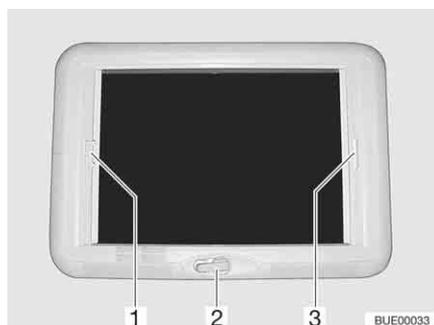

Bild 132 Kurbelhub-Dachhaube
- Die Handkurbel (Bild 132,2) drehen, bis Widerstand spürbar ist.
Schließen: ■ Die Faltverdunklung am Griff (Bild 132,3) ziehen und an der gewünschten Position loslassen. Die Faltverdunklung bleibt in dieser Position stehen.
Schließen: ■ Den Insektenschutz am Griff (Bild 132,1) zum gegenüberliegenden Griff der Faltverdunklung (Bild 132,3) ziehen und einrasten lassen.
Öffnen: ■ Den Griff des Insektenschutzes (Bild 132,1) hinten nach oben drücken und den Insektenschutz an der Faltverdunklung (Bild 132,3) aushängen.